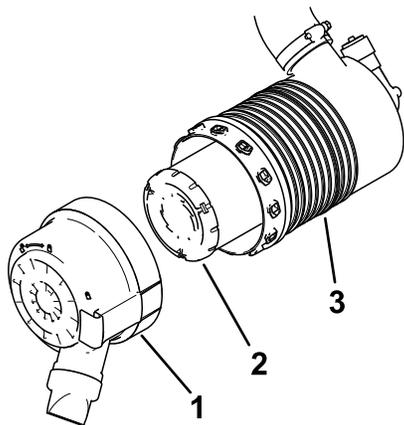

Figure 39
5. Reposez le couvercle du filtre à air, en orientant le capuchon protecteur comme montré à la Figure 39, et refermez les verrous.